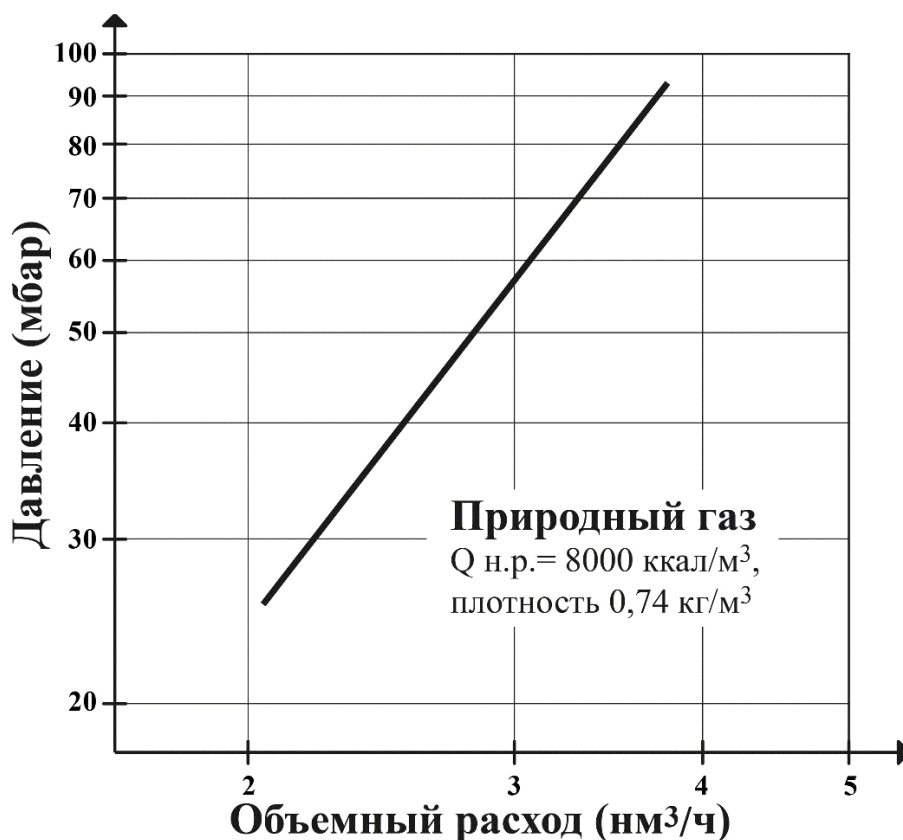
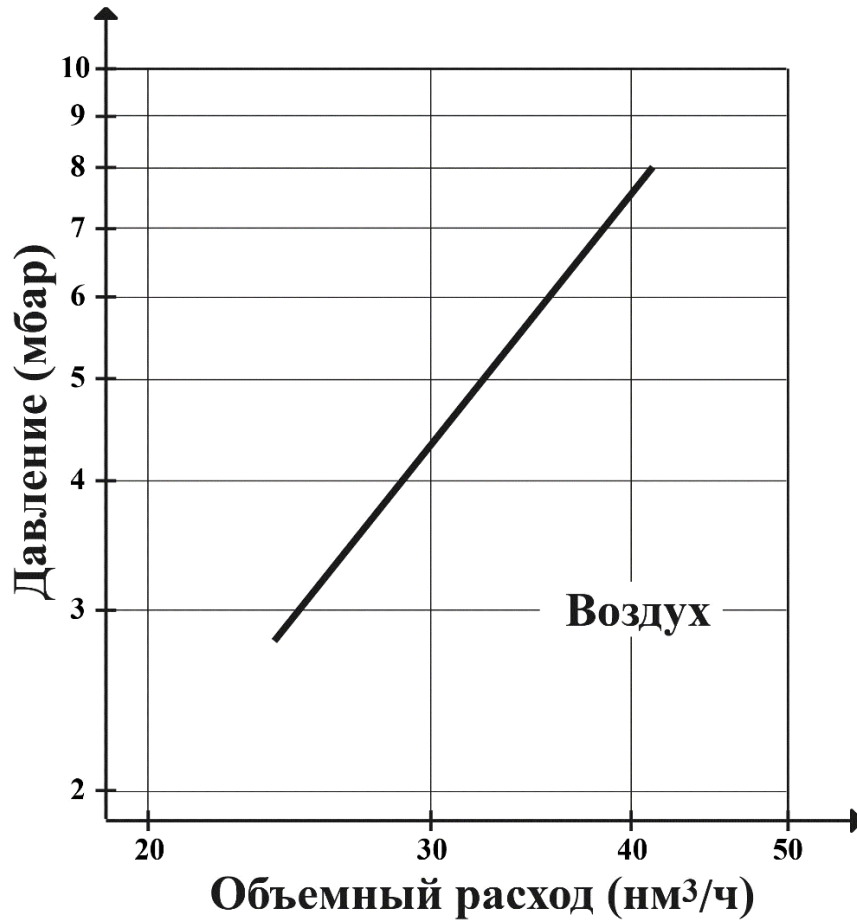

Рисунок 4 – Расходная диаграмма горелки ТЕРМОИМПУЛЬС 40С по газу
Рисунок 5 – Расходная диаграмма горелки ТЕРМОИМПУЛЬС 40С по воздуху
3.11 Расходная диаграмма горелки по природному газу представлена на рис. 4.
3.12 Расходная диаграмма горелки по воздуху представлена на рис. 5.
4.3.5 Произвести настройку мощности горелки по расходным диаграммам на рис. 4 и рис. 5 при помощи устройств регулирования подачи газа и воздуха обвязки горелки.